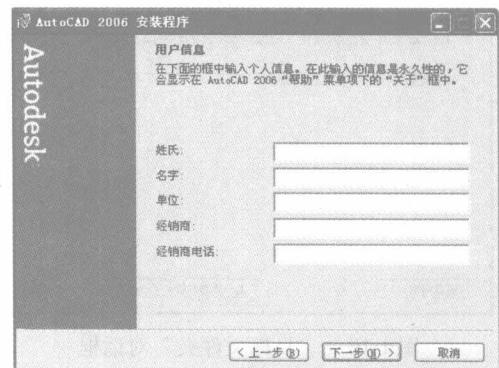

图 1-7 “用户信息”对话框
- 5) 在“序列号”对话框中，输入产品包装上的序列号，然后单击“下一步”按钮，弹出“用户信息”对话框，如图 1-7 所示。